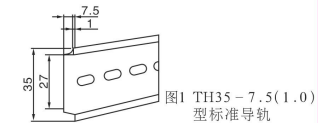

图1 TH35-7.5(1.0)型标准导轨
- d 安装在TH35-7.5(1.0)标准导轨上(见图1);
- (3) 正常的贮存条件